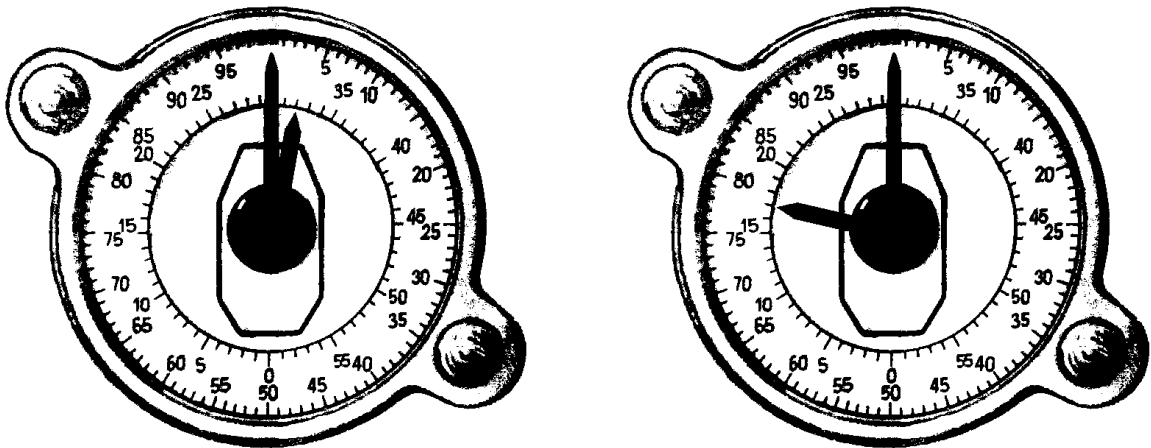

Рис. 18. Положення азимутального покажчика 32-00 та 17-00
- після того, як навідник-оператор розверне башту у положення 32-00 по азимутальному покажчику (рис. 18), направляє разом з навідником-оператором по системі живлення спочатку стрічки з ОФЗ і ОТ снарядами, а потім с БТ снарядами, для чого за допомогою викрутки 1-1x300 зі складу комплекту ЗП гармати 2А42 просуває стрічки по гвинтовому рукаву, одночасно подаючи команди навіднику-оператору на короткочасне вмикнення механізму підтягування стрічки «ПЕРЕМОТКА О» або «ПЕРЕМОТКА Б»1;